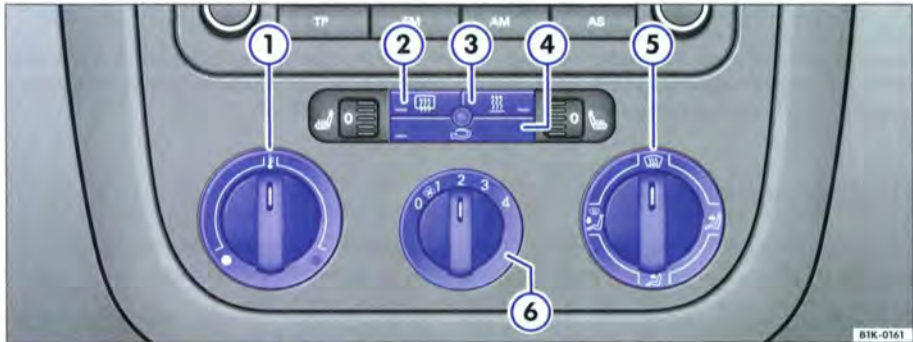

Fig. 84 Dans la console centrale : éléments de commande du chauffage
– Les régulateurs ⇒ fig. 84 ① et ⑤ et la commande ⑥ vous permettent de régler la température, la répartition de l'air et la vitesse de la soufflante.
– Appuyez sur la touche ② ou sur la touche ④ pour activer ou désactiver la fonction correspondante. Le témoin intégré à la touche s'allume lorsque la fonction est activée.
① Température